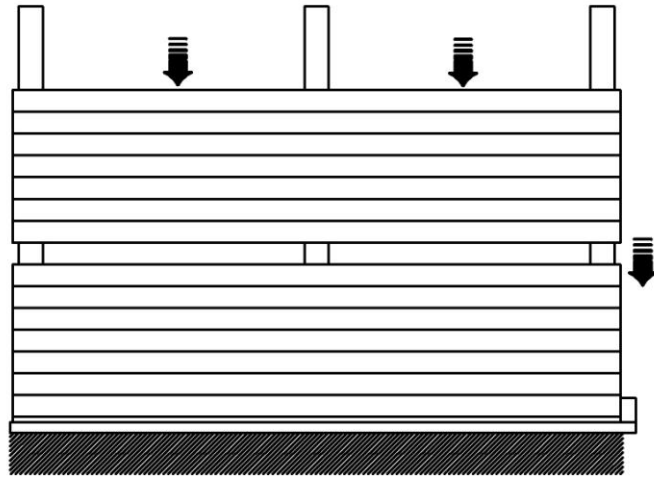
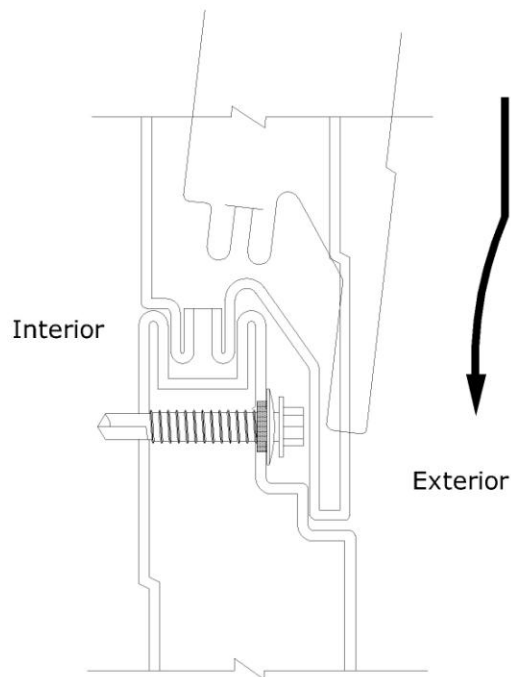

Fig. 18
Fig. 19
4.4.8 Para un correcto y fácil montaje, el 2º panel tiene que ser instalado por lo alto (Fig. 18) al panel ya fijado, insertándolo en el machihembra con una pequeña inclinación desde el exterior. (Fig.19)